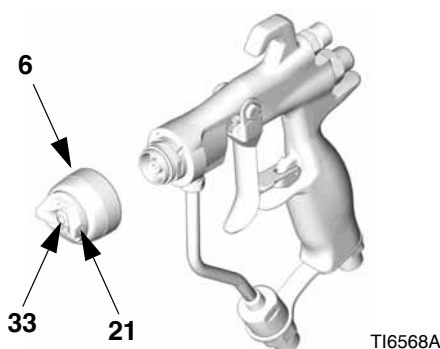

Рис. 35
2. Снимите фиксирующее кольцо воздушной головки (6), воздушную головку (21) и распылительный наконечник (33). См. Рис. 35.